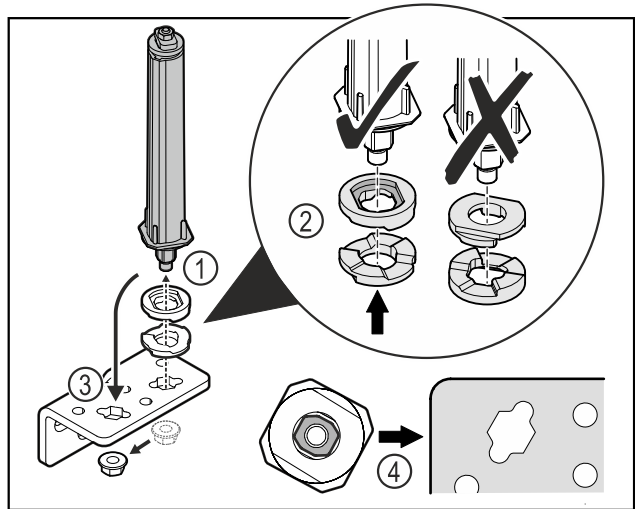

Fig. 32
- ▶ Развийте гайката и свалете затварящата система на вратата Fig. 32 (1).
- ▶ Обърнете внимание на правилното подравняване на шайбите за регулиране на височината Fig. 32 (2).
- ▶ Преместете затварящата система на вратата в ъгъла на пантата и я фиксирайте с гайката Fig. 32 (3).
- ▶ При поставяне се уверете, че затварящата система на вратата е правилно подравнена Fig. 32 (4).